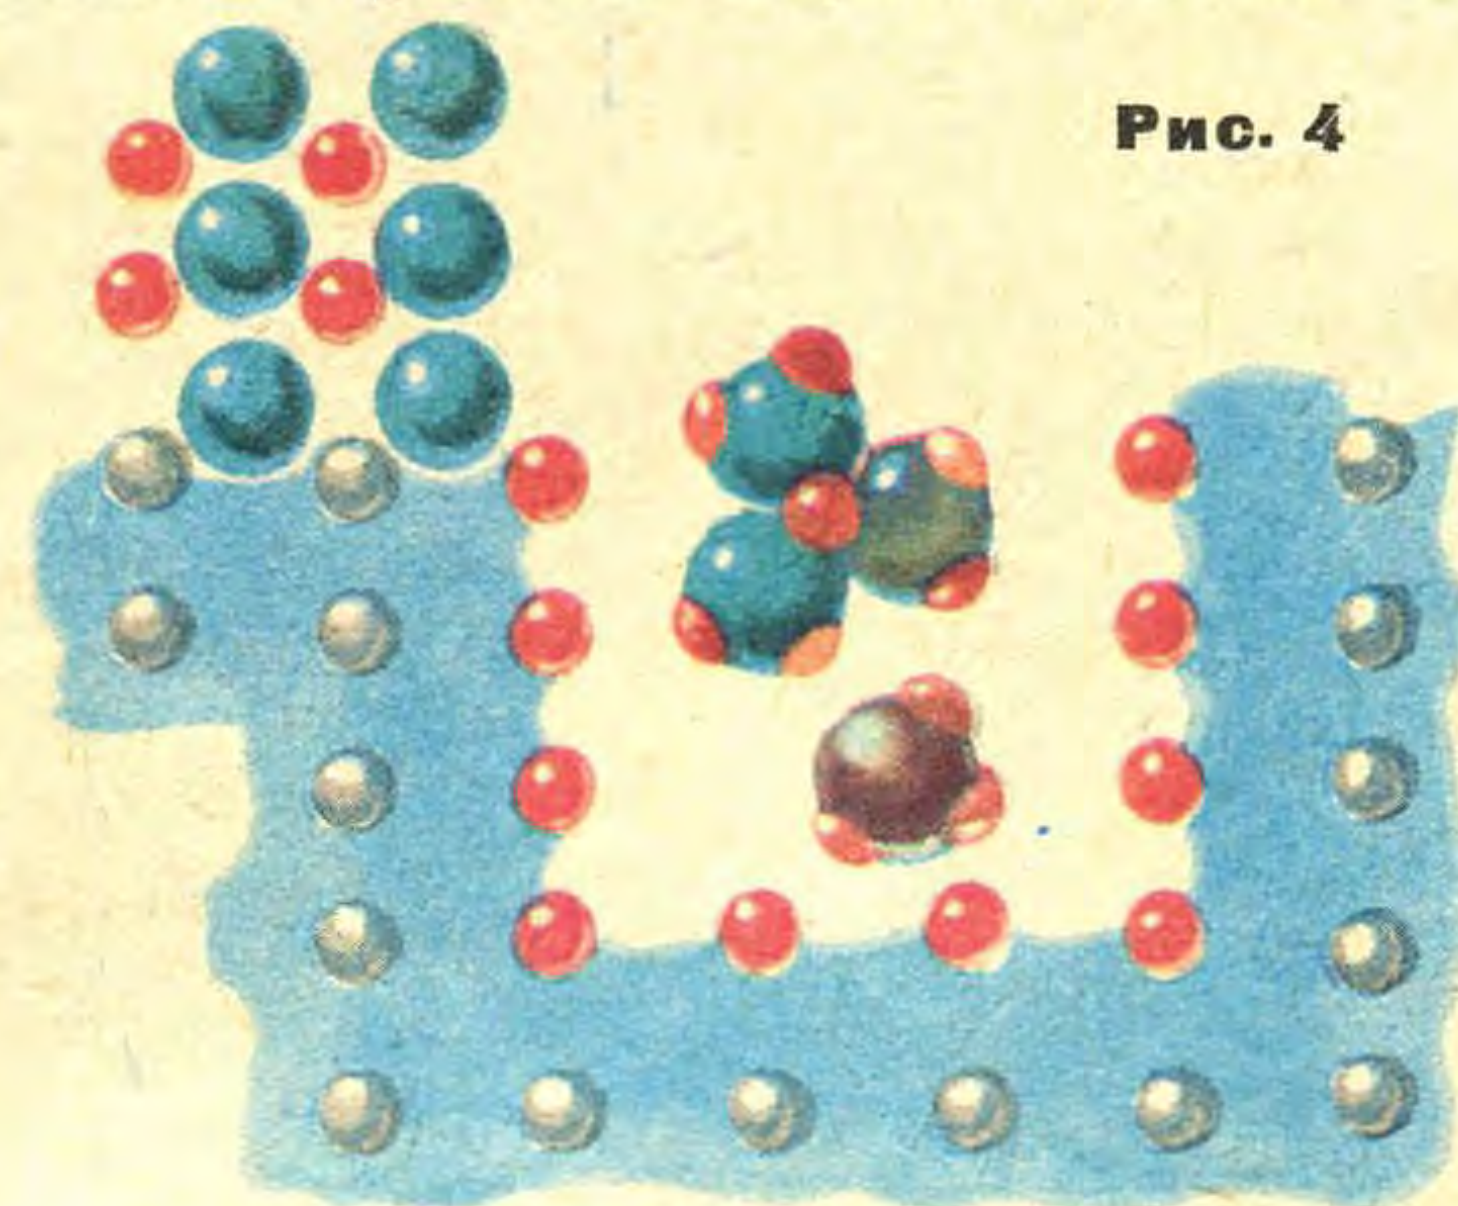

Рис. 4
Полученные в нашей лаборатории данные позволили выдвинуть гипотезу о неоднородности пространственной сетки лигнина, в ней существуют участки повышенной плотности поперечной сшивки (рис. 4).
Сетка, как мы отмечали, может рассматриваться как однородная (гомогенная) или как неоднородная (негомогенная). В случае негомогенной сетки более плотные области, так называемые микрогели, соединены между собой редкими связями (проходными цепями, см. рис. 4).
**Питтинг** (рис. 4). Окисел тончайшей пленкой покрыл весь металл. Потенциал очень положителен, но поле из раствора сместилось в окисел, на поверхности которого сидит избыток отрицательно заряженных атомов кислорода. Как отрицательный заряд сетки запирает анодный ток радиолампы, так эта кислородная сетка заперла анодный распад воды. Изредка ионы  $\text{H}_3\text{O}^+$  даже катодно воскрешают одну-две ее молекулы из атомов сетки. Тогда связанный с ними атом металла может образовать гидрат-катион. Но